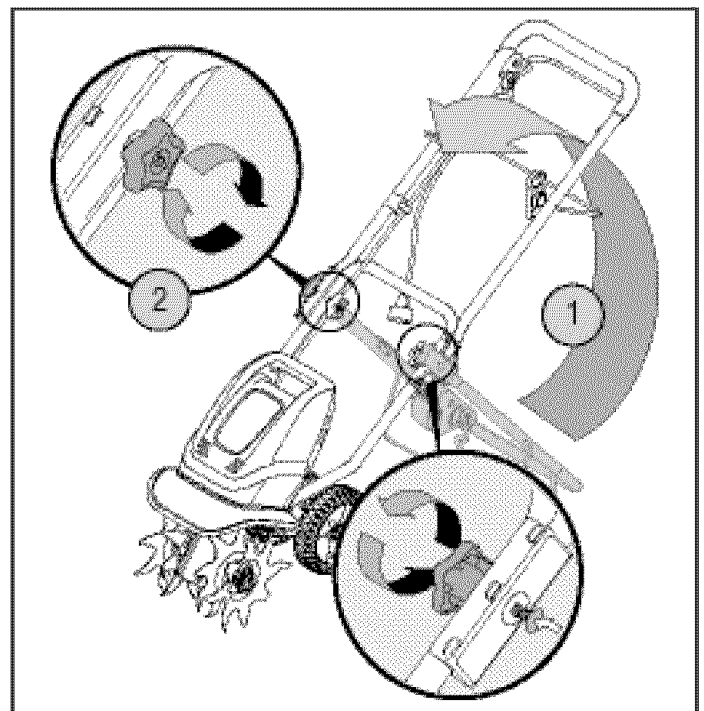

Fig. 2
2. Levante con cuidado y haga girar la manija superior a la posición de funcionamiento (Fig. 2).
3. Asegure la manija superior y la manija inferior apretando las perillas manuales (Fig. 2). Es necesario asentar cada perno del carro adecuadamente en el orificio cuadrado del conector de plástico.